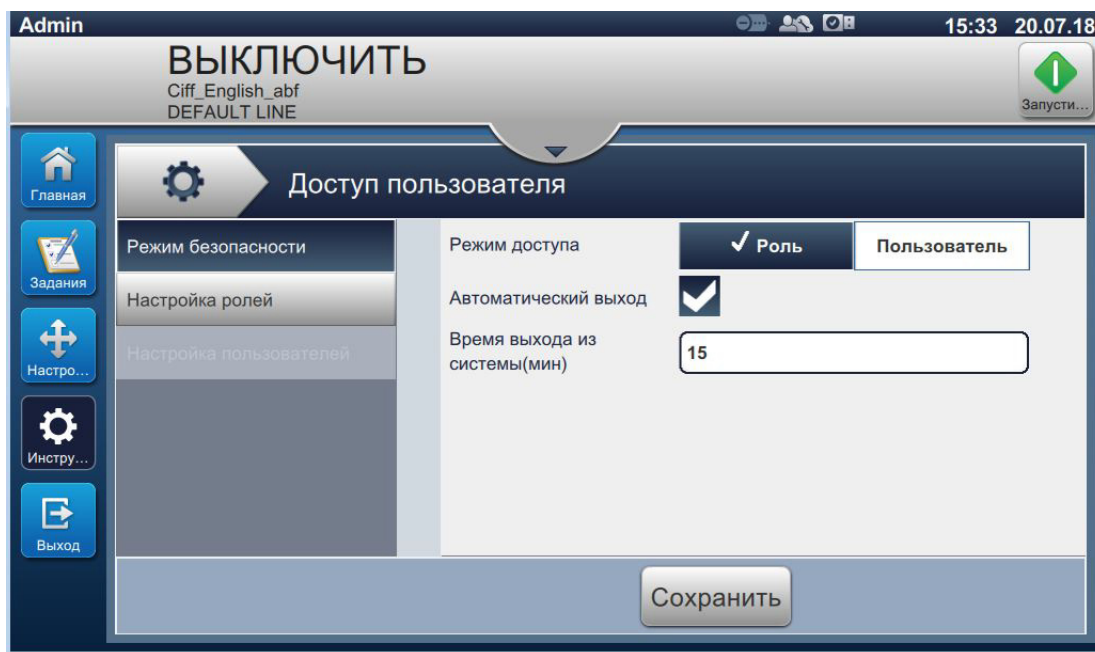

Рис. 6-18: Доступ пользователей
1. Нажмите кнопку  на экране «Инструменты». Откроется экран «Доступ пользователей», как показано на Рис. 6-18.